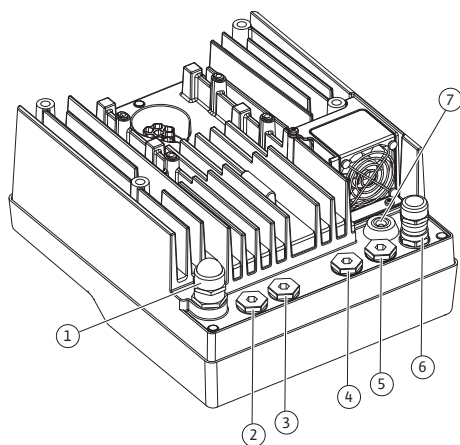

Fig. 23: Kabelforskrninger/kabelgennemføringer (0,37 kW ... 7,5 kW)
På elektronikmodulet (Fig. 23) befinder der sig seks kabelgennemføringer til terminalboksen. Kablet til spændingsforsyning af den elektriske ventilator på elektronikmodulet er monteret fra fabrikkens side. Kravene til elektromagnetisk kompatibilitet skal overholdes.
4. Før tilslutningskablet gennem M25-kabelforskrningen (Fig. 23, pos. 1, ved 0,37 kW ... 7,5 kW).